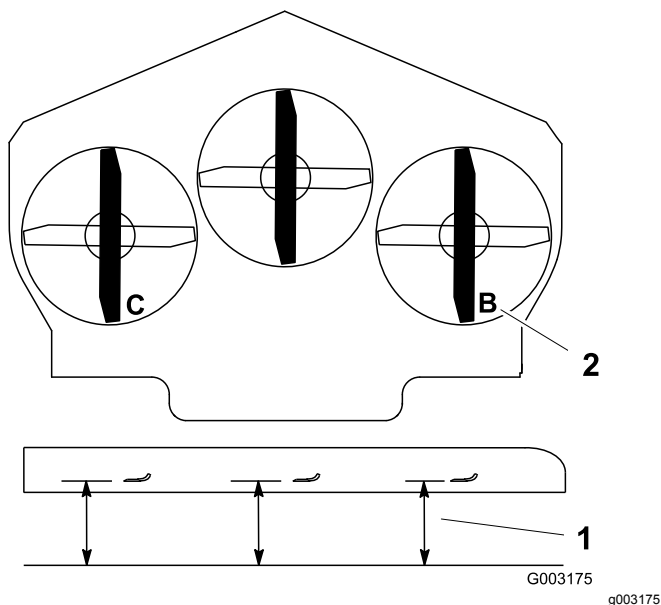

Figure 74
1. Tournez la lame droite dans le sens longitudinal (Figure 74).
2. Mesurez la distance au point **B** entre la surface plane et le tranchant de la pointe de la lame droite (Figure 74).
4. Tournez la lame gauche dans le sens longitudinal (Figure 74).
5. Mesurez la distance au point **C** entre la surface plane et le tranchant de la pointe de la lame gauche (Figure 74).